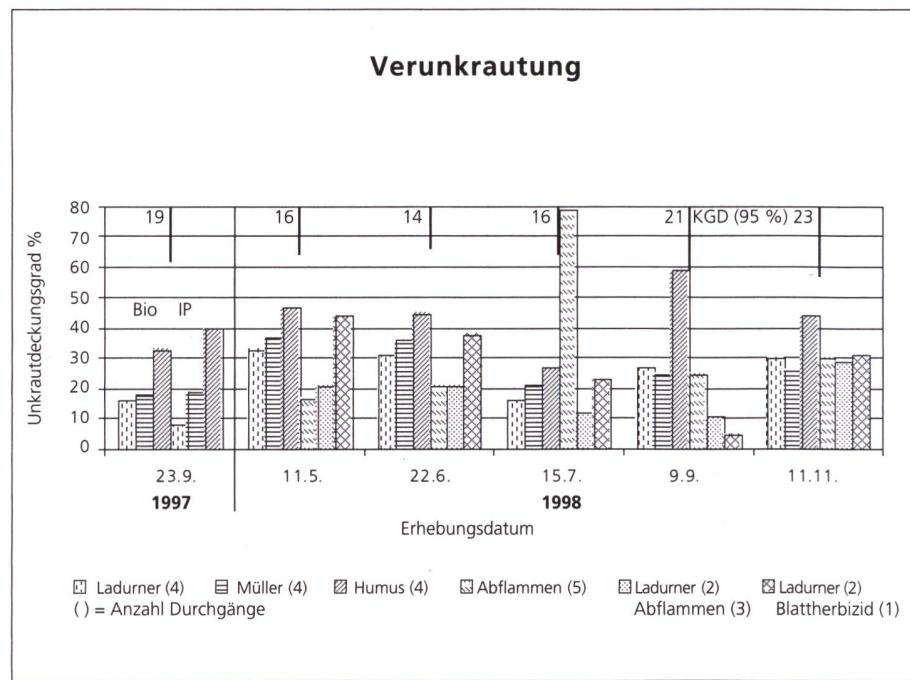

Abb. 4: Unkrautdeckungsgrad in Prozent – bonitiert jeweils unmittelbar vor den Einstäten der Pflegegeräte (Ausnahme am 11.11.1998).
den die Geräte Ladurner und Müller gegenüber Humus etwas besser ab (Abb. 4). Eine natürliche Verunkrautung mit 30 % bis 40 % Bodenbedeckung im Herbst ist dagegen erwünscht und wirkt den Nährstoffverlusten und der Erosion entgegen.
**Thermische Verfahren.** Die fünf Einsätze des Infrarot-Abflammgerätes vom 13. Mai bis 22. September mit einem Propangasverbrauch von rund 190kg/ha ergaben am 15. Juli und am 9. September eine etwas weniger gute Wirkung als die Kombination 2x Hacken und 3x Abflammen mit 80kg/ha Gasverbrauch bzw. die IP-Variante (Abb. 4 und 6). Aber sonst war es den mechanischen Verfahren durchwegs ebenbürtig. Nach einer Woche allerdings schlugen die ausdauernden Wurzelunkräuter wie Blätter, Löwenzahn, Quecke usw. aus und be-